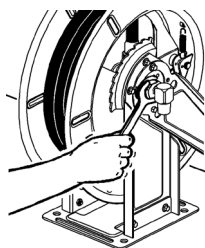

FIG 2
2. Loosen the swivel joint. Fig.2.
2. Lossa sviveln från rullen. Fig. 2.
- Loosen the swivel joint. Fig.2.
- Lossa sviveln från rullen. Fig.2.